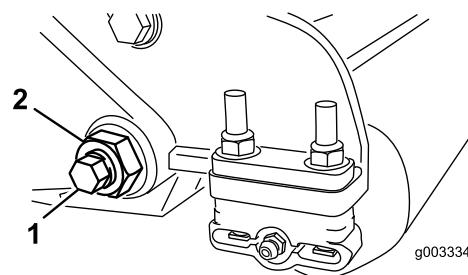
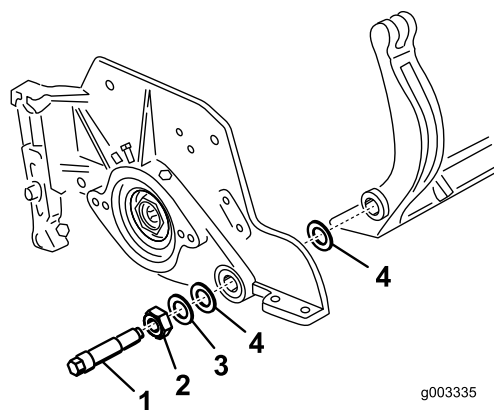

Bild 29
Bild 30
3. Lösen Sie an jeder Seite der Maschine die Klemmmutter, mit der die Schraube des Untermesserträgers befestigt ist (Bild 29).
4. Nehmen Sie jede Schraube des Untermesserträgers ab, damit der Untermesserträger nach unten gezogen und von der Maschine entfernt werden kann (Bild 29). Bewahren Sie die beiden Nylonscheiben und die beiden Scheiben aus gestanzten Stahl an jedem Ende des Untermessers auf (Bild 30).
2. Befestigen Sie den Untermesserträger mit den Untermesserträgerschrauben (Muttern an den Schrauben) und den sechs Scheiben an jeder Seitenplatte. Legen Sie eine Nylonscheibe an jede Seite des Seitenplattenansatzes. Legen Sie eine Stahlscheibe außen auf jede äußere Nylonscheibe (Bild 30). Ziehen Sie die Schrauben des Untermesserträgers auf 27-36 Nm an.
9. Befestigen Sie den Untermesserträger mit den Untermesserträgerschrauben (Muttern an den Schrauben) und den sechs Scheiben an jeder Seitenplatte. Legen Sie eine Nylonscheibe an jede Seite des Seitenplattenansatzes. Legen Sie eine Stahlscheibe außen auf jede Nylonscheibe (Bild 32). Ziehen Sie die Schrauben des Untermesserträgers auf 37-45 Nm an. Ziehen Sie die Sicherungsmuttern an, bis sich die Stahlscheibe außen nicht mehr dreht und kein Spiel am Ende vorhanden ist, ziehen Sie jedoch nicht zu stark an oder verbiegen Sie die Seitenplatten. Die Scheiben innen können einen Abstand aufweisen (Bild 30).